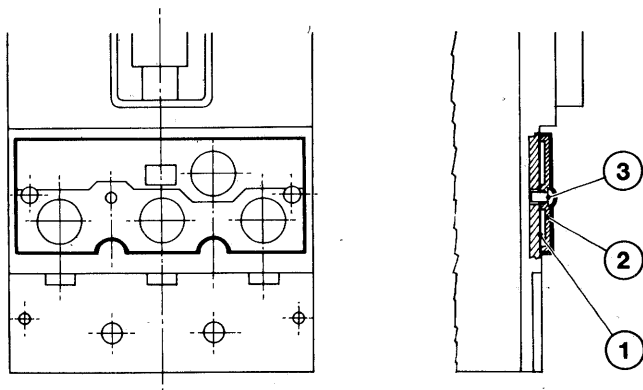

Fig. 31
- b - sostituire le viti di fissaggio normali con quelle speciali (6)
- c - rimontare il coperchio e sigillare le viti (6) infilando nei fori della testa come in figura un filo flessibile (7) piombandolo.
**8.11. Protezione trasparente della scatola sganciatori termomagnetici:** impedisce l'accesso alle manopole di regolazione (fig. 31)
- b - dall'interno attraverso i due fori laterali con una punta bucare la targhetta autoadesiva (1)
- c - sistemare sul coperchio la protezione (2) come in figura e fissarla con i chiodini isolanti (3)